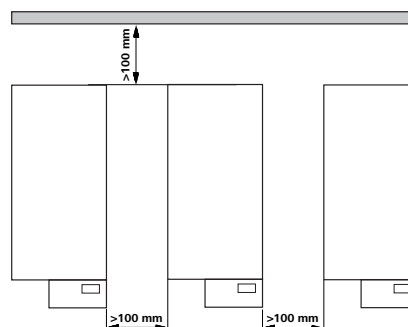

Fig. 2
- Należy dbać o przestrzeganie minimalnych odległości pomiędzy urządzeniami, pomiędzy urządzeniem i ścianą oraz ponad zestawem (przynajmniej 800 mm), (rys. 2).